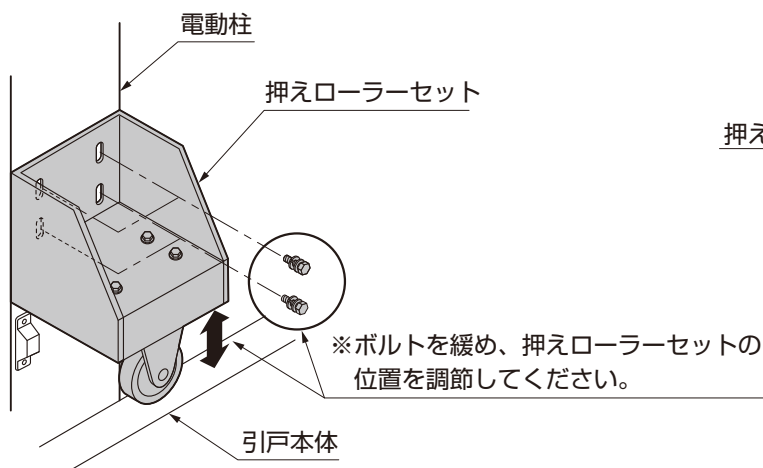

図19-3
- ②引戸を閉めた状態で、押えローラーセットのローラーと引戸本体が浮かないよう、押えローラー取付けボルト(M6×15六角ボルト)で調節してください。(図19-3参照)